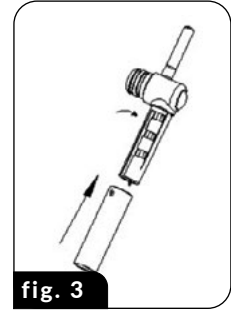

fig. 3
- Placez de petites tasses sur le support coulissant (6) après l'avoir retiré.
- Deux grands trous dans le support (6) et la grille (9) sont situés directement sous la sortie de café du flacon – ils indiquent l'endroit pour le positionnement correct de deux petites tasses.
- Placez la grande tasse directement sur la grille du bac d'égouttage (9) – le support (6) doit ensuite être inséré dans l'appareil.
**ATTENTION!** Lorsque vous préparez du café CAPPUCCINO ou LATTE, assurez-vous d'ajuster la buse du tube moussant (22). Vous pouvez également ajuster la longueur de la buse du tube de distribution de lait moussé en le verrouillant à différents réglages de longueur pour s'adapter à différentes tailles de tasses (Fig. 3).